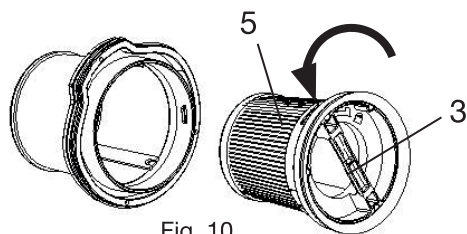

Fig. 10
Retire el filtro Hepa (5) (Fig. 10) del bloque de filtración agarrándolo por la lengüeta (3) y girándolo ligeramente en el sentido antihorario hacia el símbolo  (desbloqueado) para extraerlo (fig. 10).